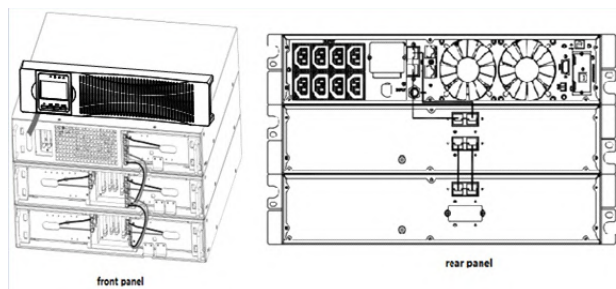

Рис. 3-13. Подключение EBP.
3. Для нижнего (или единственного) EBP снимите кабельную направляющую только на верхней части передней крышки (см. рис. 3-13).
4. Если вы устанавливаете более одного EBP, для каждого дополнительного EBP снимите направляющие сверху и снизу (см. рис. 3-13).
5. Подключите кабель EBP в батарейный разъем к ИБП как показано на рис. 3-13. К ИБП можно подключить до 4х блоков EBP. Соблюдайте цветовую полярность соединений.